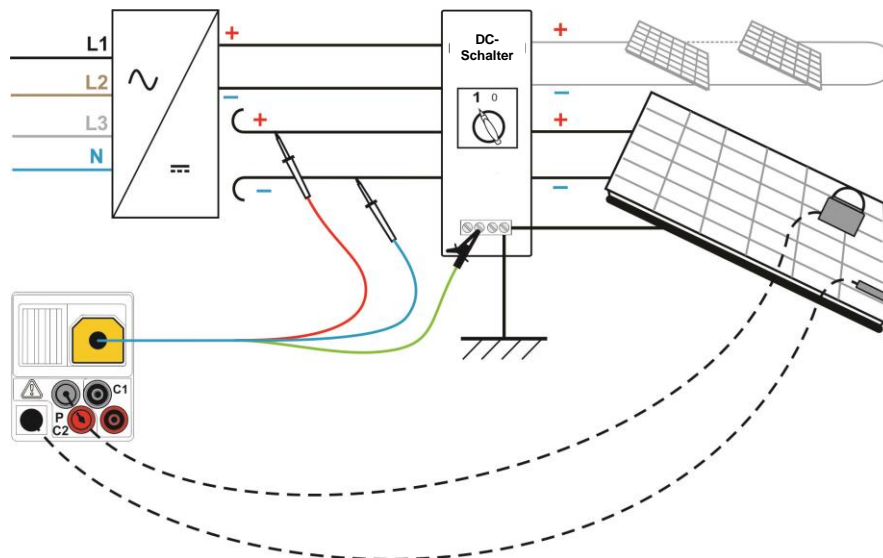

Abbildung 5.37: Anschluss zur Durchführung der automatischen Messung mit Universal-PV-Prüfleitung
- ❑ **Schließen Sie** die Universal-PV-Prüfleitung an das Messgerät an (siehe Abbildung 5.37).
- ❑ **Schließen Sie** die Zubehörteile an das PV-System an (siehe Abbildung 5.37).